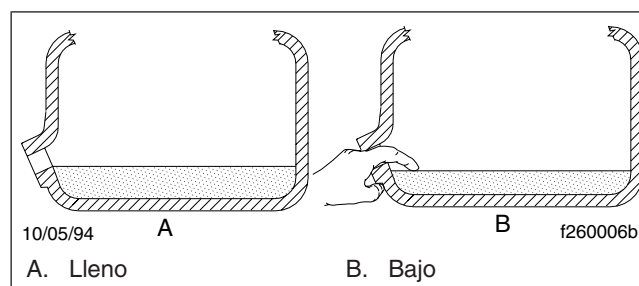

Figura 8, Revisión de nivel del líquido para transmisión MB
1. Agregue líquido de transmisión hasta que esté a nivel con el borde inferior del orificio de llenado. Vea en la **Figura 8** el cableado del sensor del nivel de combustible. Consulte la **Tabla 5** para ver los lubricantes de transmisión aprobados y la **Tabla 6** para ver las capacidades de lubricante.